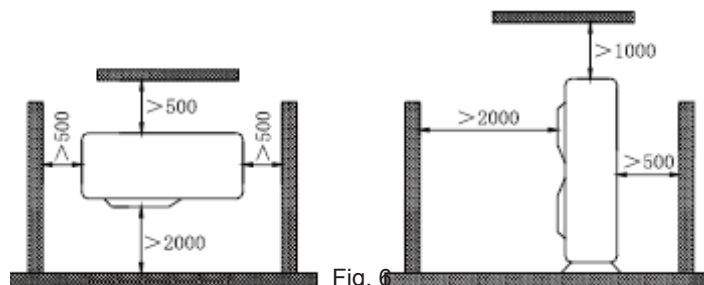

Fig. 6
- 5) Respecter l'encombrement d'installation illustré sur la Fig. 6.
- 1) Se référer à la Fig. 6 pour les couples de serrage des vis.
- 3) Serrer ensuite la vis à l'aide de la clé dynamométrique jusqu'à entendre un bruit métallique (comme illustré sur la Fig. 6).